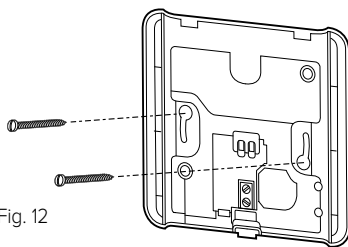

Fig. 12
- Fixar a base à parede, no ponto escolhido, utilizando as buchas e os parafusos fornecidos com o kit (Fig. 12).